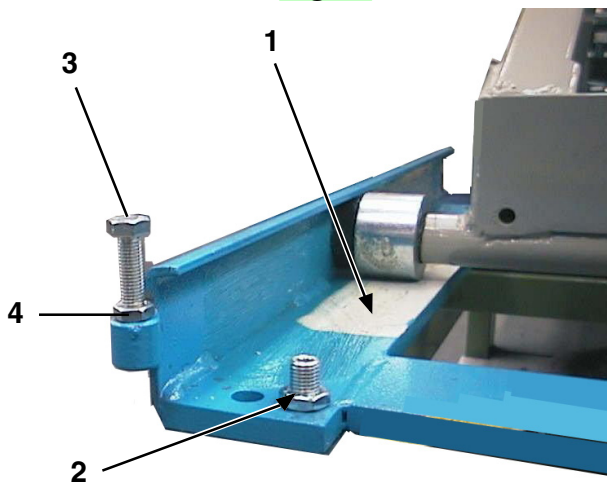
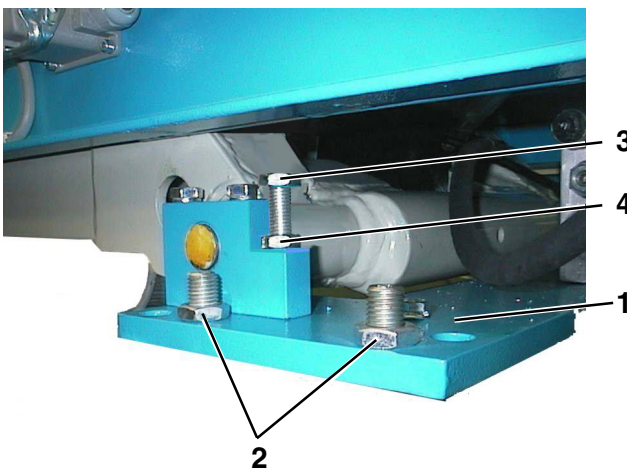

Fig. 32
Fig. 33
- Assicurarsi della perfetta planarità delle basi prendendo come riferimento le superfici scorrimento rulli **1** (Fig. 32) e appoggio blocco fulcri bielle **1** (Fig. 33): se necessario agire sulle viti di livellamento **2** (Fig. 32 e Fig. 33) ma in questo caso ripristinare il contatto base-pavimento su tutta la superficie con adeguato spessoramento (questo per evitare successive flessioni delle basi).
- Check bases for perfect levelness and keep roller sliding surfaces (**1**, Fig. 32) and con-rod fulcrum block bearing surfaces (**1**, Fig. 33) as locating points. Turn levelling screws (**2**, Fig. 32 and Fig. 33), if necessary. Should this case be, the lift base must fully rest onto the ground so to avoid possible deflection of the bases. Use shims, if necessary.
- Sicherstellen, dass die Untergestelle perfekt eben ausgerichtet sind, dabei die Rollgleitoberflächen (**1** Abb. 32) und die der Auflage der Pleuelanschwenkeinheit (**1** Abb. 33) als Bezug genommen werden: Bei Bedarf durch Betätigen der Gleichlaufregelungsschrauben einstellen (**1** Abb. 32 und Abb. 33), auf diese Weise muss jedoch die Untergestell-/Bodenkontaktfläche auf der gesamten Oberfläche mit angemessenen Keilen wieder hergestellt werden (um eine übermäßige Biegung der Untergestelle zu vermeiden).
- Vérifier que la planéité des bases est parfaite en prenant comme référence les surfaces de glissement rouleaux **1** (Fig.32) et d'appui bloc entablures bielles **1** (Fig.33): si nécessaire, agir sur les vis de nivellement **2** (Fig. 32 et Fig. 33) mais, dans ce cas, rétablir le contact base-sol sur toute la surface avec une cale appropriée (ceci afin d'éviter des flexions successives des bases).
- Controlar que las bases estén perfectamente planas, tomando como puntos de referencia las superficies de deslizamiento rodillos **1** (Fig. 32) y apoyo bloque articulación bielass **1** (Fig. 33); si es necesario, actuar en los tornillos de nivelación **2** (Fig. 32 y Fig. 33) pero en este caso restablecer el contacto base-pavimento en toda la superficie por medio de espesores adecuados (esto para evitar sucesivas curvaturas de las bases).